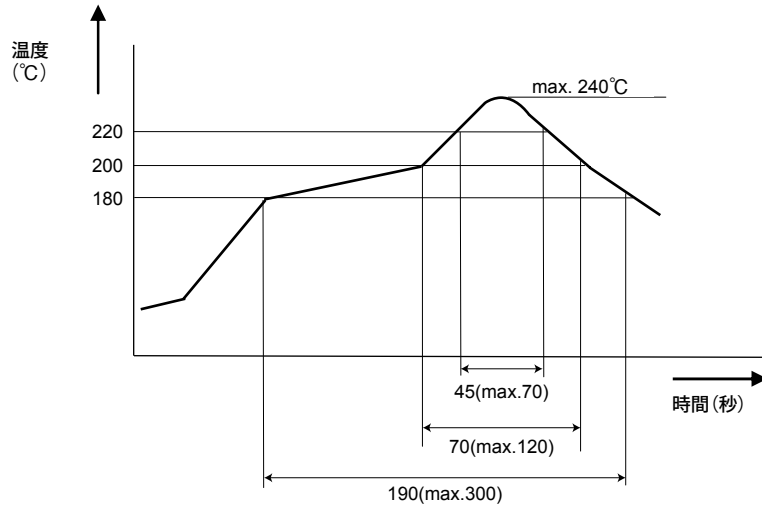

図5-7（1） 温度プロファイル
- 試験条件：① はんだ付け方式：赤外線リフロー装置
② プリント配線板：ガラスエポキシ製 厚さ 1.6 mm, 25×30 cm
③ 温度測定場所：基板上的リレー端子部分
④ 温度プロファイル：図5-7（1）に示すとおり。